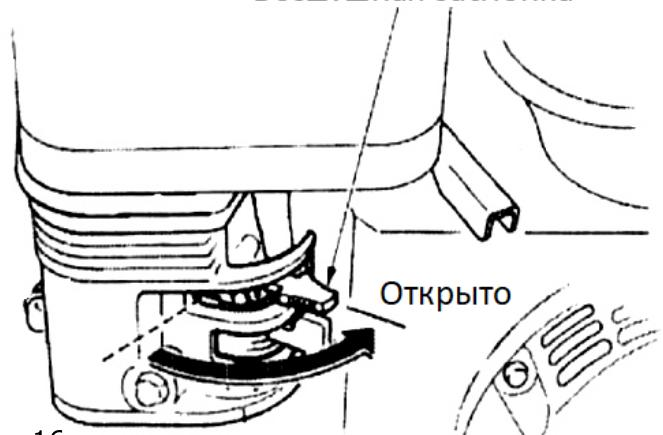

Рисунок 16
6.6 Предварительно прогрейте двигатель и переведите рычаг воздушной заслонки в положение «**ОТКРЫТО**» (рисунок 16).